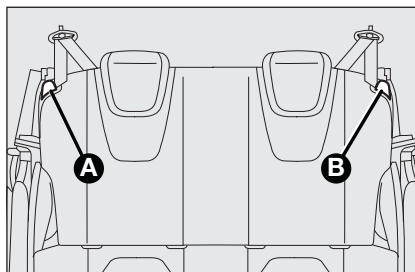

fig. 45
AMPLIACIÓN DEL MALETERO**Ampliación parcial (50/50) (donde esté previsto) fig. 45**
- ☐ intervenir en las palancas **A** o **B**-fig. 45 para desbloquear respectivamente la parte izquierda o derecha del respaldo y acompañar el respaldo hacia el cojín.
- ☐ accionar las palancas **A** y **B**-fig. 45 para desbloquear los respaldos y acompañarlos con el cojín.